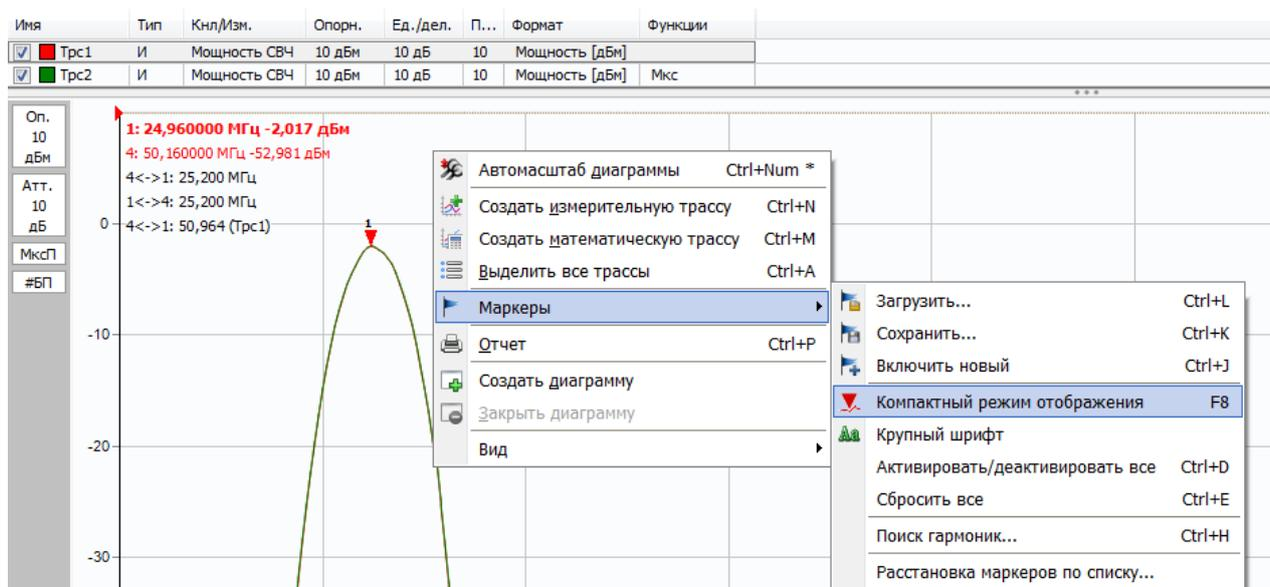
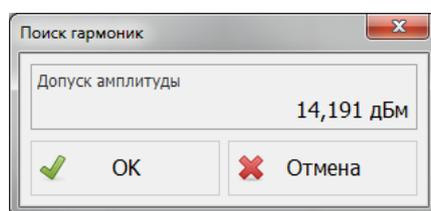

Рисунок 2.45 – Компактный режим отображения маркера
Рисунок 2.46 – Поиск гармоник
Параметры маркеров сохраняются в профиле и восстанавливаются при старте ПО *Graphit* или при загрузке профиля. Кроме того, существует возможность сохранить конфигурацию (так называемый **шаблон маркеров**) в отдельный файл, выбрав пункт меню диаграммы «Маркеры > Сохранить...» (рисунок 2.45), а также загрузить её, используя пункт меню «Маркеры > Загрузить...».
**Функция «Поиск гармоник...»** (рисунок 2.45) предназначена для автоматического выделения локальных максимумов (гармоник) в спектре с заданным допуском (рисунок 2.46) и последующей привязки маркеров в режиме слежения к найденным экстремумам (см. пункт 2.10.3). В качестве значения допуска амплитуды по умолчанию при первом использовании функции используется значение, равное  $1,645 \cdot \text{СКО}$ , что обеспечивает наибольшую выборку сигналов при нормальной плотности распределения шума. Необходимо заметить, что настройка существующих на диаграмме маркеров будет утеряна.
**Функция «Расстановка маркеров по списку...»** (рисунок 2.45) позволяет пользователю расположить маркеры на диаграмме в соответствии с заранее созданным списком частот, загрузив его из файла или создав непосредственно в таблице (рисунок 2.47). Необходимо заметить, что настройка суще-